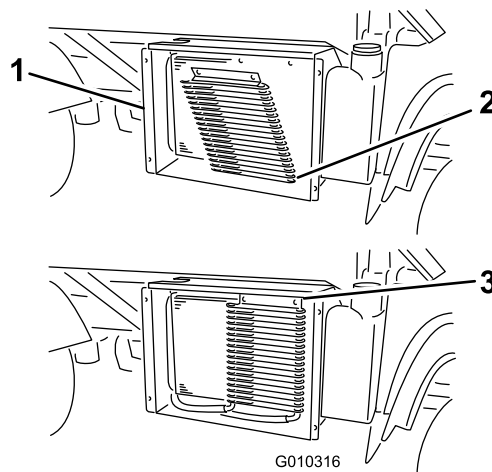

Figura 53
6. Se estiver equipado, rode as patilhas e incline o refrigerador de óleo afastando-o do radiador (**Figura 53**).